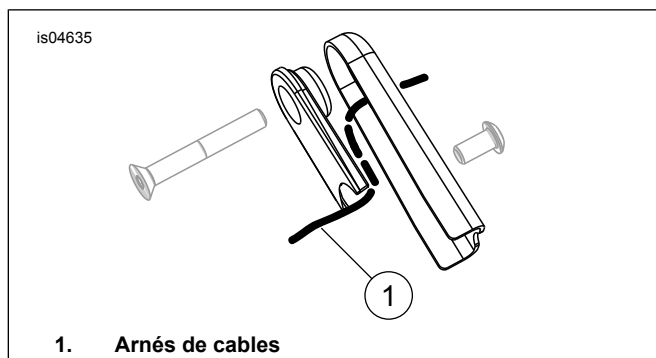

Figura 6. Colocación del arnés de cables
1. Vea la Figura 6. Pase el cableado y el conector de la señal de giro a través del agujero central de la pieza de soporte de reubicación de la señal de giro y debajo de la parte trasera del soporte del guardabarros.